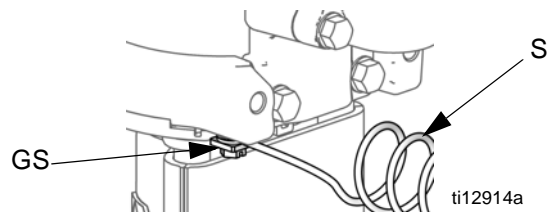

FIG. 2. Vis et fil de terre
1. Pompe : Consultez la FIG. 2. Vérifiez si la vis de mise à la terre (GS) est correctement fixée et serrée sur le moteur pneumatique. Raccordez l'autre extrémité du fil de terre (S) à une véritable prise de terre.